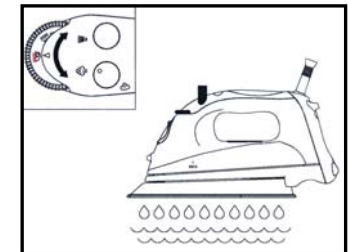

Fig. 8
- Gire el control variable de vapor completamente hacia la derecha hasta la posición de autolimpieza (Self-Cleaning) y sostenga la plancha horizontalmente sobre una piletta. (Fig. 8)